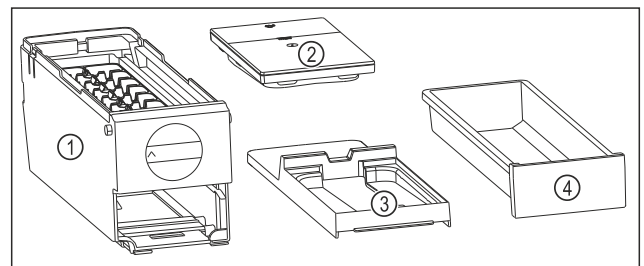

Fig. 113 Компоненти EasyTwist-Ice
- ▷ EasyTwist-Ice складається з чотирьох частин. (див. Fig. 113)
- ▶ Розбирайте EasyTwist-Ice тільки на зображені компоненти. (див. Fig. 113)
- ▶ Очистіть корпус EasyTwist-Ice Fig. 113 (1) без розбирання.